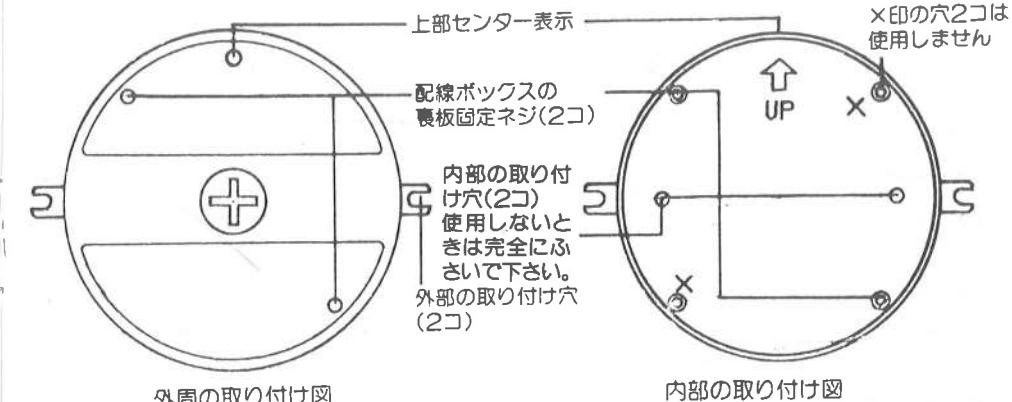

図6
### ■取付穴について (図6を参照)
■取り付け前に8ページ、図6、7をご参照の上、正しく取り付けてください。